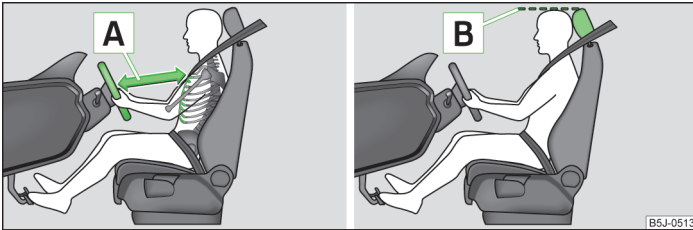

Fig. 110 Poziția corectă a șoferului / reglarea corectă a tetierei șoferului
- Reglați volanul în așa fel, încât distanța dintre volan și torace să fie de cel puțin 25 cm **A** » fig. 110.
- Reglați tetiera astfel încât marginea superioară a tetierei să se afle, pe cât posibil, la aceeași înălțime cu partea superioară a capului dumneavoastră **B** » fig. 110 la pagina 126 » pagina 126.